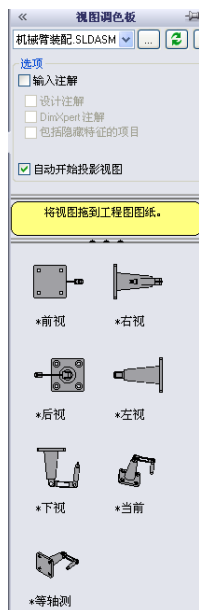
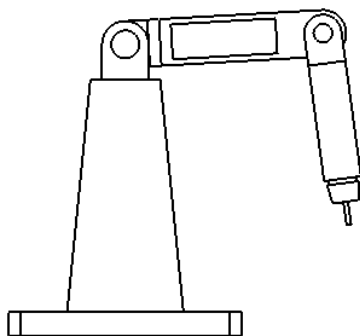

图 12-75 “视图调色板”属性管理器
图 12-76 上视图
(3) 此时在图形编辑窗口右侧, 会出现如图 12-75 所示“视图调色板”属性管理器, 选择上视图, 在图纸中合适的位置放置上视图, 如图 12-76 所示。